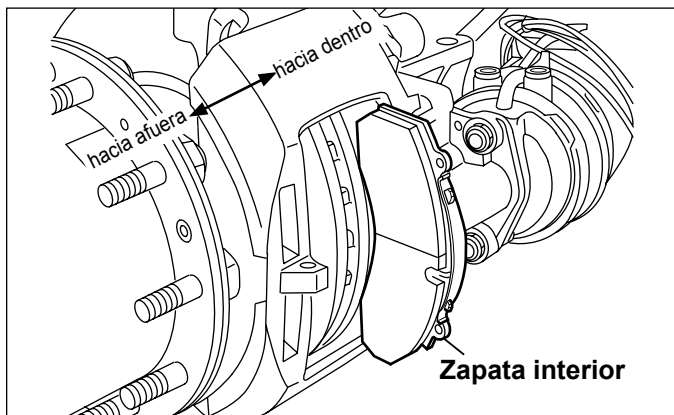

FIGURA 38 - CÓMO QUITAR LAS ZAPATAS
- 5.2.9 Consulte la figura 38. Desplace la mordaza completamente hacia dentro y quite la zapata interior, luego desplace la mordaza completamente hacia fuera y quite la zapata exterior.